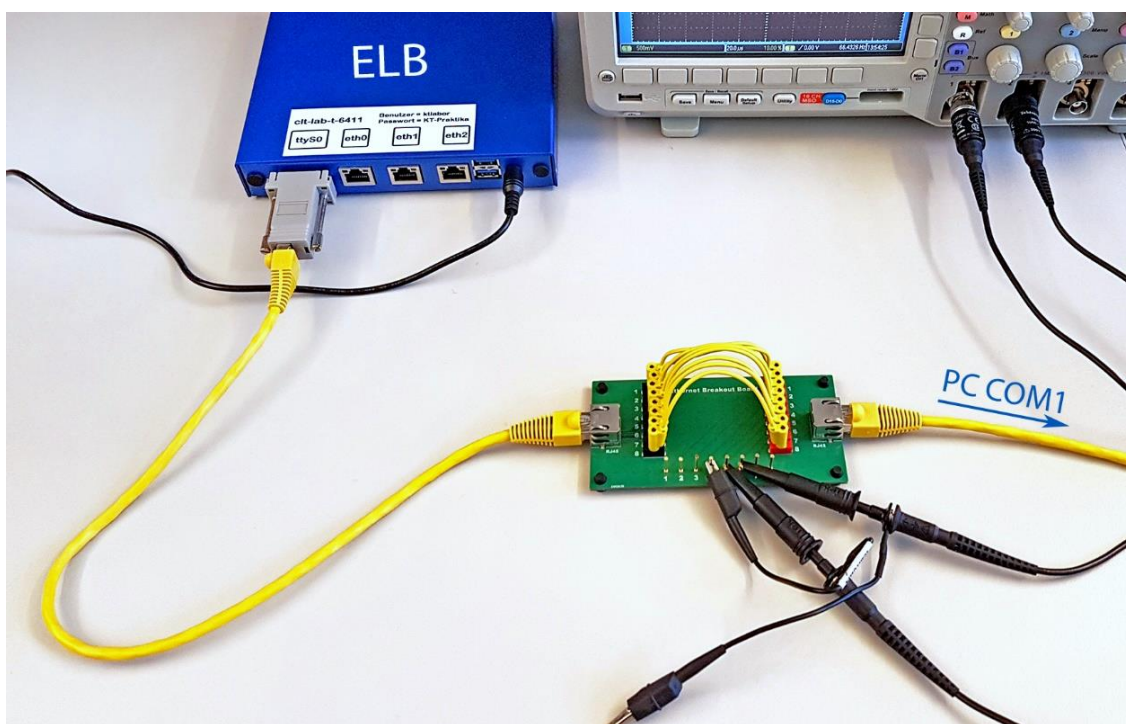

Abbildung 4
- Entfernen Sie den Funktionsgenerator. Verbinden Sie stattdessen den Konsolen-Eingang (ttyS0) einer Embedded Linux Box (ELB) über das Adapter-Board mit der COM1-Schnittstelle des PCs (Abbildung 4. und starten Sie eine Konsolenverbindung (**putty**) zur ELB.